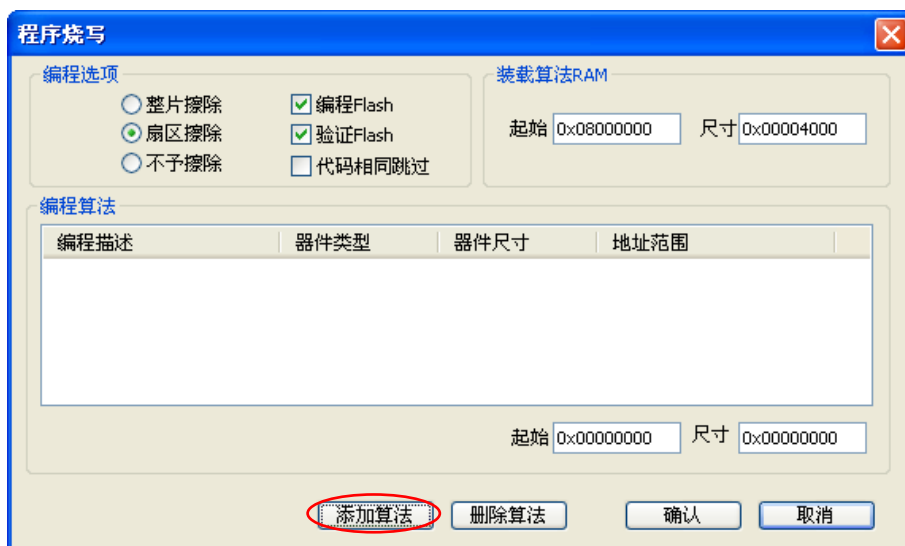

图 2.2 程序烧写界面
3. 【程序烧写】选项，如图 2.2 所示，这里需要特别注意的是 Flash 算法的选择。